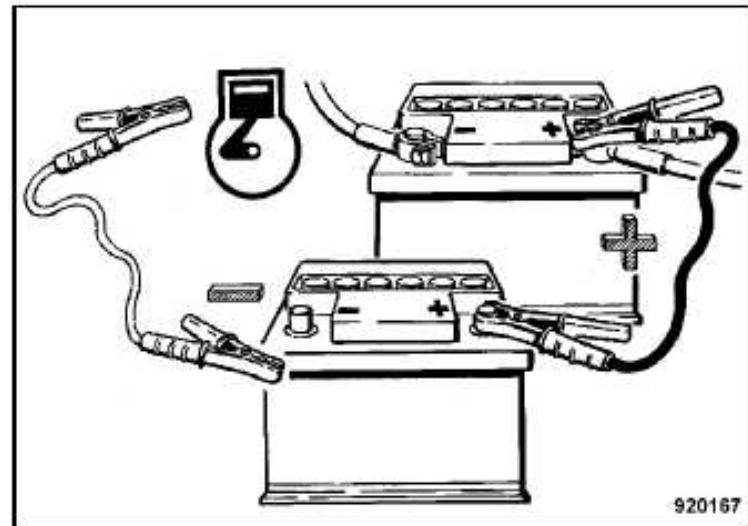

Fig. 44
- A continuación conectar el cable de masa primero con el polo negativo de la batería auxiliar suministradora de corriente y después con una masa del motor o de la carrocería tan lejos posible de la batería (Fig. 44).